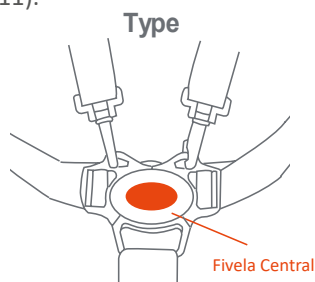

Fig. 11
11) • Premere il pulsante sulla clip centrale per sbloccare le fibbie dell'imbracatura (Fig. 11).